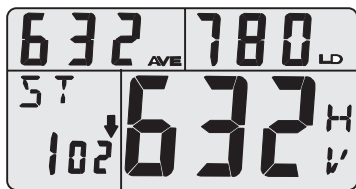

图 5.8
(4) 硬度计将显示并存储测试结果，屏幕显示如图 5.8 所示